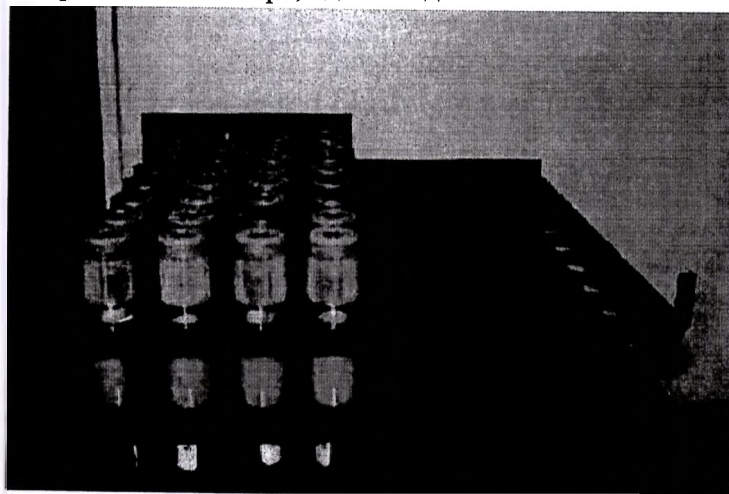

Рисунок 19. Вставка планшета в корпус
- Вставьте планшет в корпус анализатора с правой стороны (см. рис. 19);